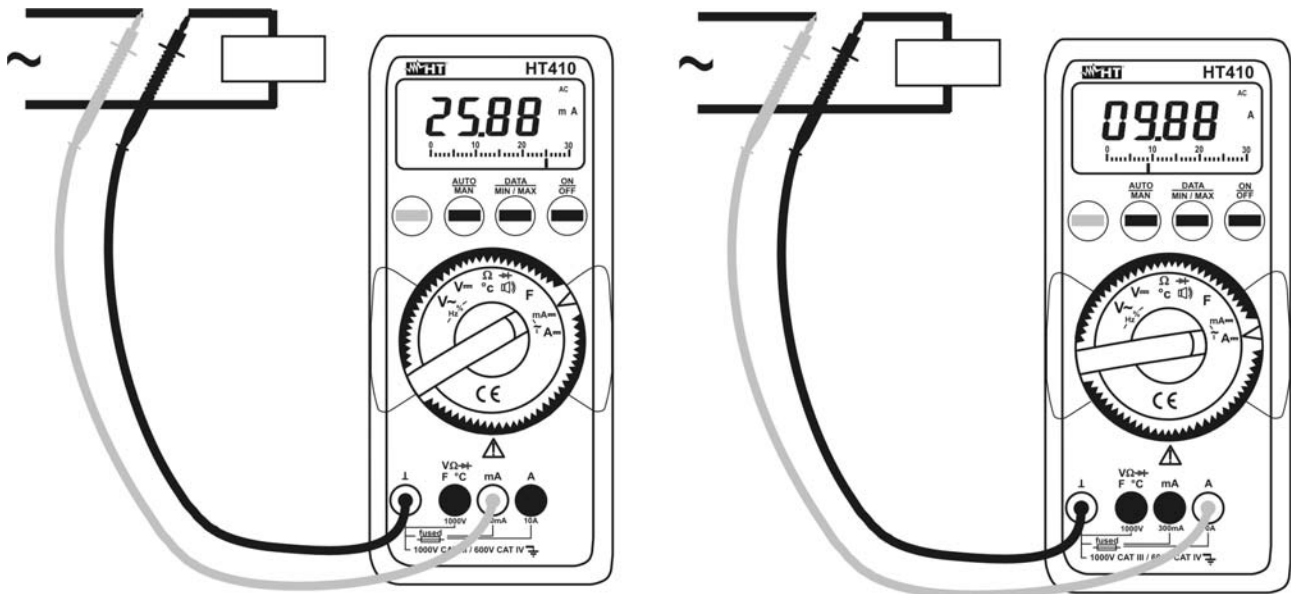

Abb. 11: AC TRMS Strommessung
4. Stecken Sie die rote Messleitung in dem **mA** Eingang (siehe Abb. 11 – linke Seite) oder **A Eingang** (siehe
6. Schließen Sie die rote und die schwarze Messleitung in Reihe mit dem zu messenden Stromkreis an (siehe Abb. 11)